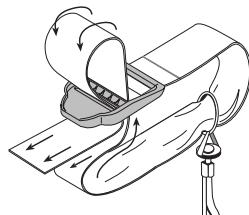

Fig. 4
- Pase la correa sobre la barra transversal y hacia abajo a través de la ranura de la hebilla (Fig. 4).